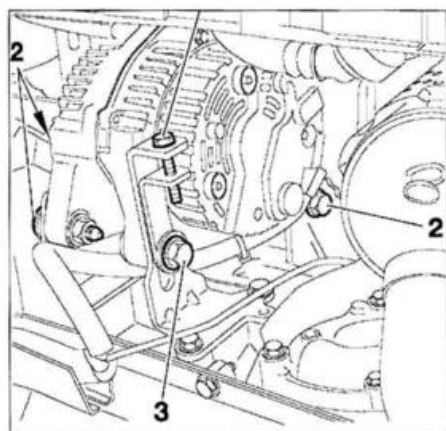

FIG. 17
- Aflojar (fig. 17):
- los tornillos (2).
- el tornillo (3).
- el tornillo de tensión (1).